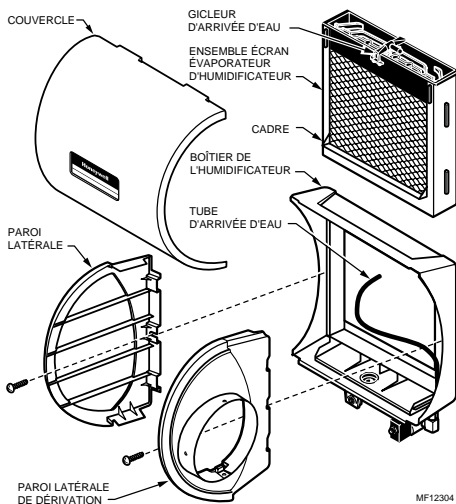

Fig. 3. Démontage de l'humidificateur.
6. Démontez l'humidificateur, enlever le couvercle et retirer l'ensemble écran évaporateur. Voir la Fig. 3.